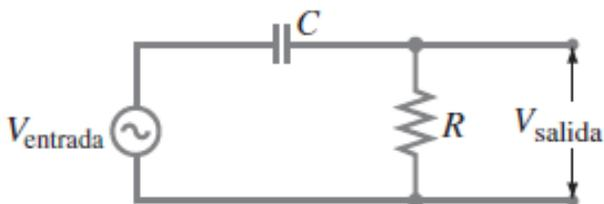

Figura 4. Diagrama de circuito RC de filtro de paso alto.
En el siguiente esquema de la figura 4 se presenta un circuito RC denominado
3. Una vez que se encuentre en la placa de prototipos, proceda armar el circuito de la figura 4 haciendo uso del resistor y el capacitor.